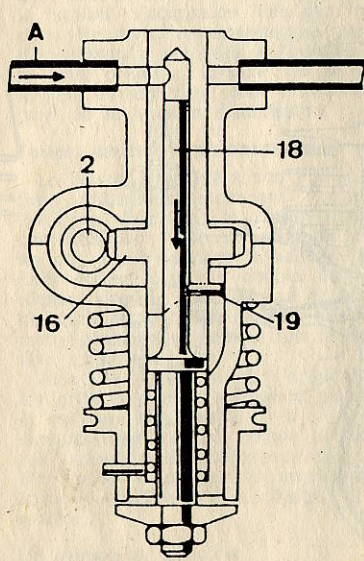

Fig. 1.
Schématiquement (voir figure), la pompe fonctionne de la manière suivante : un arbre (2), entraîné par le vilebrequin, commande grâce à une vis sans fin le pignon (16). Ce pignon est solidaire d'un fourreau distributeur (13) concentrique au pignon (16) de la pompe. Ce fourreau tourne sur lui-même uniquement, tandis que le mouvement de va-et-vient du piston s'opère de la manière suivante : une goupille (19) solidaire du piston est en contact avec la base de ce fourreau qui a un profil de rampe hélicoïdale (figurée en pointillés). En tournant, ce fourreau fait donc descendre le piston (fig. 1). L'huile qui arrive en A est alors aspirée dans le corps de pompe.